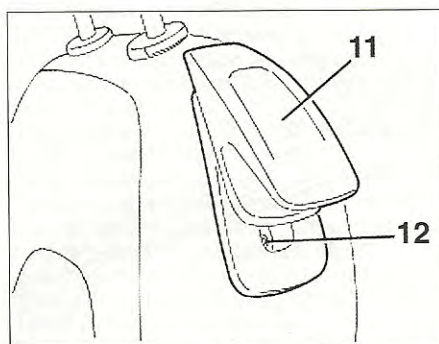

FIG. 13
- Levantar la empuñadura (11) que sirve para doblar el asiento (fig. 13).
- Desmontar el tornillo de fijación (12).